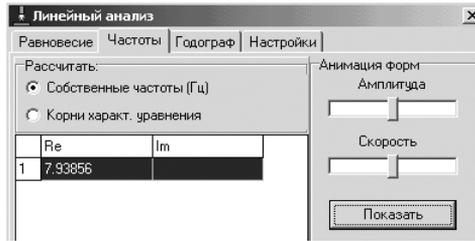

Рис. 1.44. Диалоговое окно **Линейный анализ** с открытой вкладкой **Частоты** и включенным переключателем **Собственные частоты**
- щелкните в диалоговом окне **Линейный анализ** по вкладке **Частоты**. Открывается соответствующая вкладка, см. рис. 1.44. Список частот модели содержит одну строку (по числу степеней свободы). Обратите внимание, что расчетное (точное) значение частоты колебаний